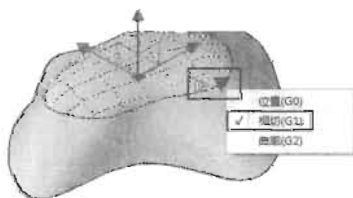

图 13-70
(3) 选中使用 SURFBLEND 命令创建出来的曲面，然后会出现一个向下的箭头，单击该箭头，在弹出的快捷菜单中选择“相切”，可以改变曲面的曲率，如图 13-70 所示。